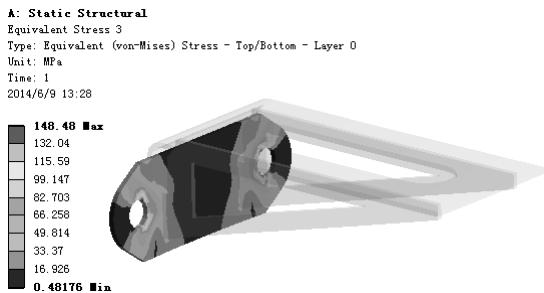

图 7.11.23 应力结果图解 (FIX-BOARD)
(5) 查看 FIX-BOARD 零件应力结果图解。在“Outline”窗口中选中  **Equivalent Stress 3**，查看图 7.11.23 所示的零件 FIX-BOARD 的应力结果，其最小应力为 0.48176 MPa，最大应力为 148.48MPa。